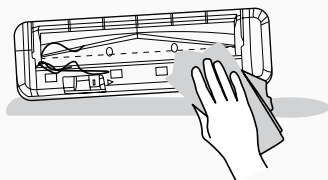

Abbildung 13
4. Entfernen Sie mit dem trockenen Tuch alle Verwicklungen von der Bürstwalze und den Schmutz von den Borsten. Achten Sie dabei darauf, dass Sie die Gummimanschette am Kugellager nicht verlieren. [Abbildung 13]